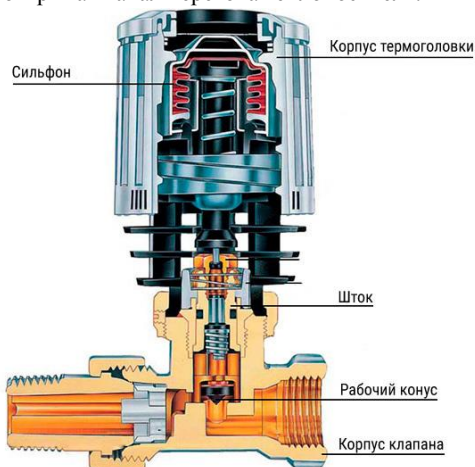

Рисунок 1. Терморегулятор прибора отопления.
1. Терморегулятор на приборе отопления (Рисунок 1) состоит из двух частей: термостатического клапана (врезан непосредственно в прибор отопления – расположен внутри) и управляющего элемента (наружная регулирующая термоголовка). Управляющий элемент крепится на клапан. Он воздействует на перекрывающий механизм, заставляя его опускаться / подниматься, тем самым частично закрывая / открывая канал перетока теплоносителя.